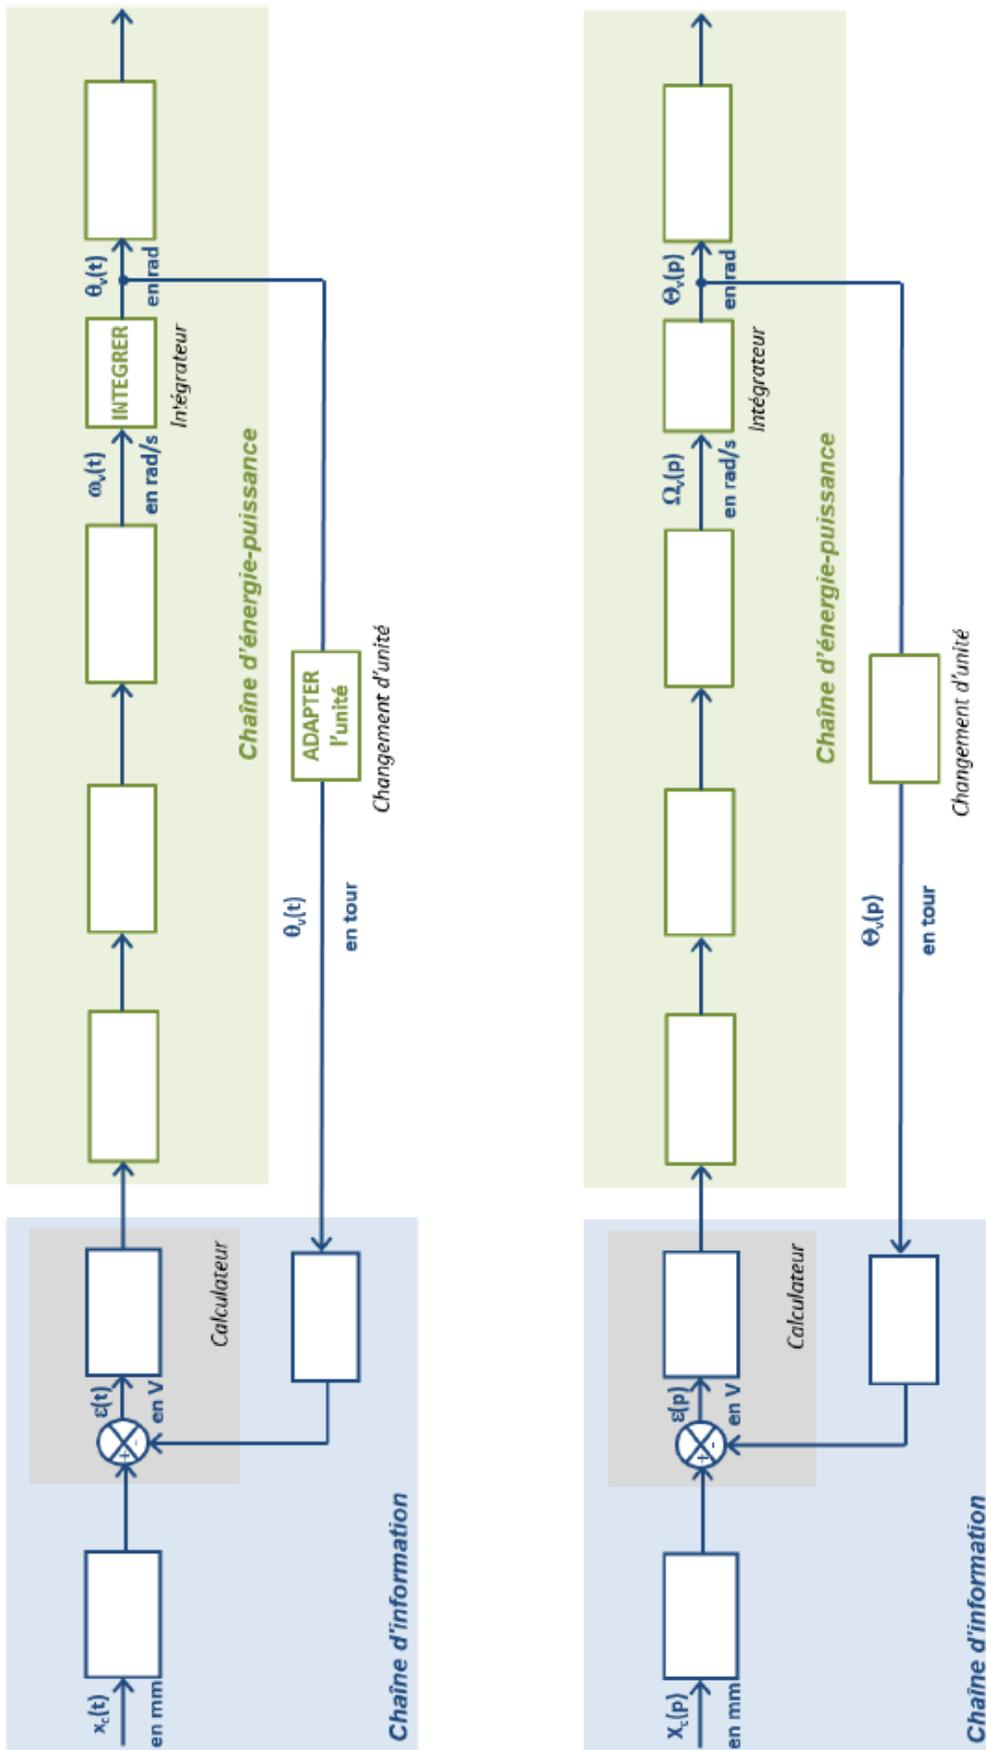

FIGURE 1 – Chaînes fonctionnelles à compléter
**Question 7** Compléter la deuxième chaîne fonctionnelle de la figure 1 et déterminer la fonction de transfert globale du système.